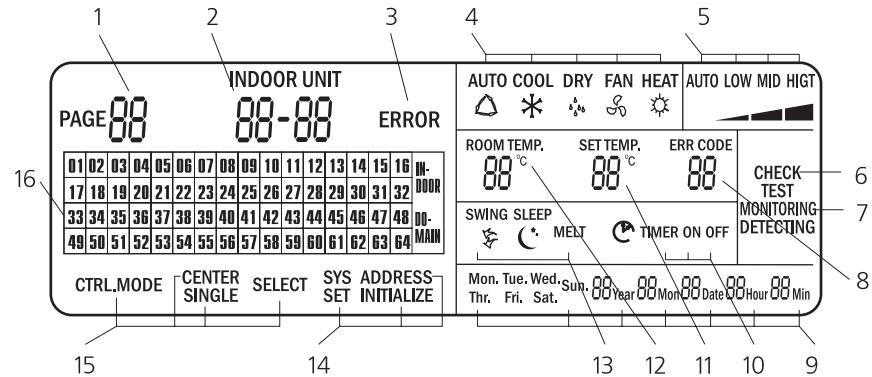

Рис. 3.2- Панель индикации пульта
3.2 Панель индикации (Рис. 3.2)
3.2.1 Комментарии к Рис. 3.2 см. в таблице 3.1
Таблица 3.1 – Описание панели индикации (см. Рис. 3.2)